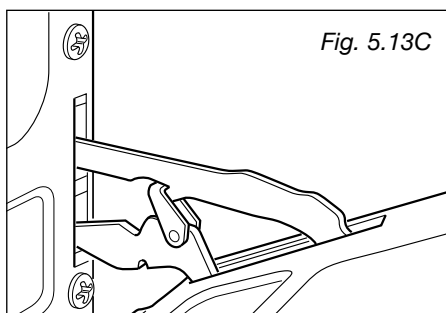

Fig. 5.13C
- Refermez doucement la porte et retirez les tiges des charnières inférieures de leur emplacement (fig. 5.13C).